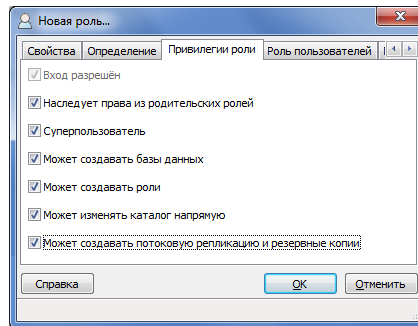

Рис. 3.17. Создание новой роли (вкладка *Привилегии роли*)
- Перейдите на вкладку *Привилегии роли* и установите все флажки (Рис. 3.17).